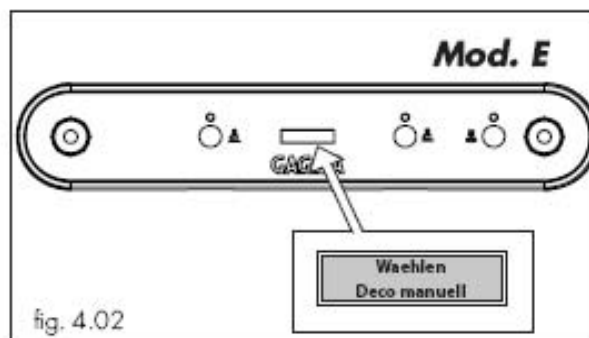

fig. 4.02
Die automatische Füllstandregelung schaltet sich ein, damit das Wasser den normalen Füllstand im Heizkessel erreicht (7). Nach Ermittlung des korrekten Zustands, visualisiert das Display, wie in Abb. 4.02 dargestellt.